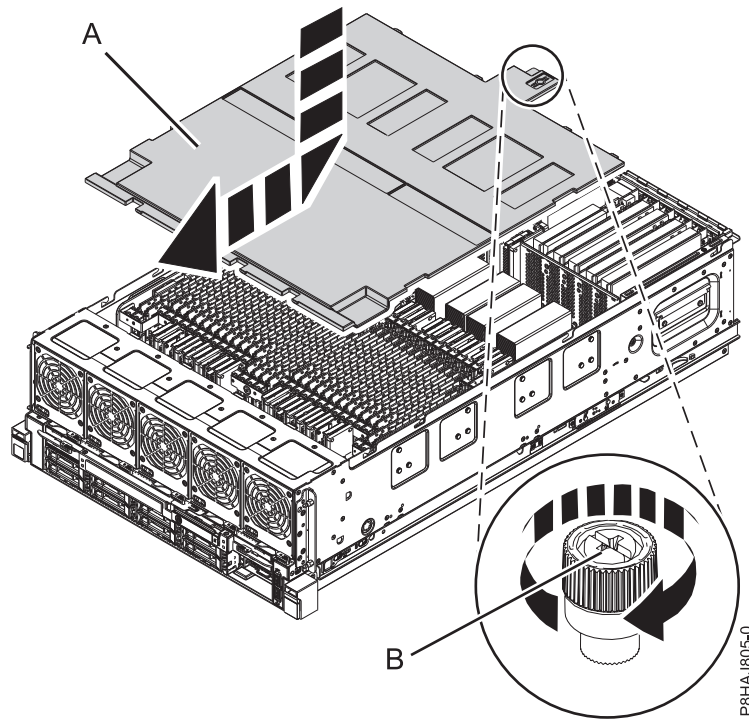

Abbildung 34. Sicherheitsabdeckung wiedereinbauen
2. Schieben Sie die Sicherheitsabdeckung (A) in Richtung Chassis.
3. Ziehen Sie die Rändelschraube (B) fest, indem Sie sie in die in Abb. 34 auf Seite 49 gezeigte Richtung drehen, um die Sicherheitsabdeckung am Chassis zu sichern.